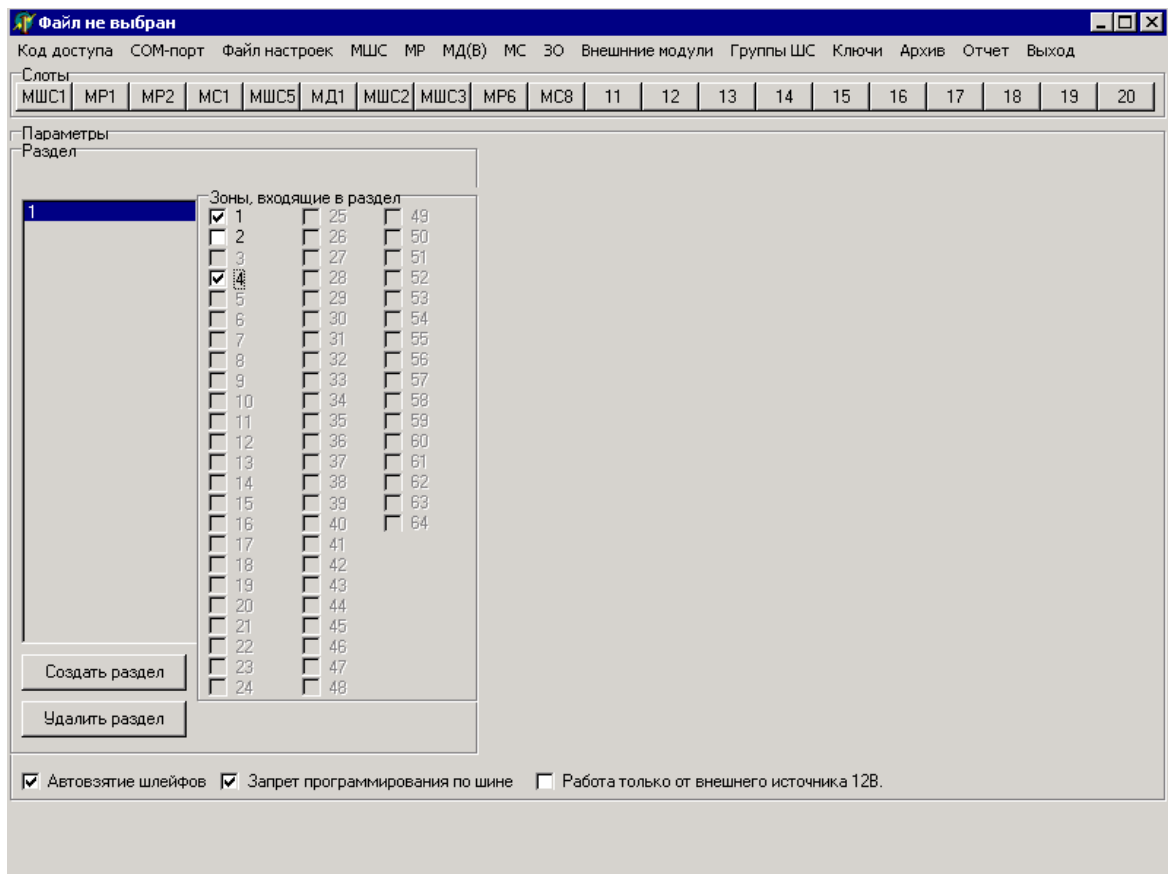

Рисунок 17
2.1.5.6 При нажатии командной кнопки «Создать раздел» в конце списка разделов появляется новый раздел (первоначально пустой) с автоматически сформированным порядковым номером. В списке «Зоны, входящие в раздел» необходимо отметить значком «v» те зоны, которые входят в текущий (создаваемый) раздел (рисунок 17). Одна и та же зона может быть включена в состав любого количества создаваемых разделов.